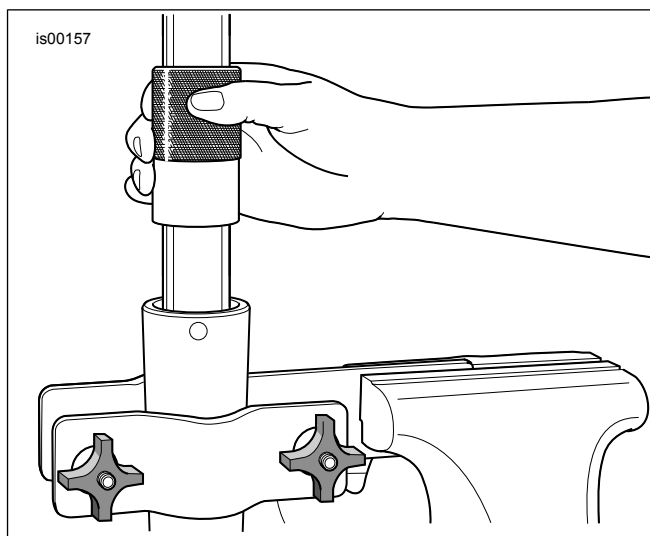

Figura 7. Montare garnitură de ulei de furcă
12. Ungeți Diametru interior (ID) și Diametru exterior (OD) de la bucușă glisorului (E) cu ulei curat pentru furcă.
14. Glisați distanțierul de etanșare (D) în jos pe tubul furcii până când acesta atinge bucușă glisorului în oricare direcție).
15. Ungeți ID al **noii** garnituri de ulei a furcii (4) cu ulei curat pentru furcă.
18. Figura 7 Alegeți instrumentul pentru garnitură/bucușă furcă (HD-45305) și continuați, după cum urmează:
- b. Figura 7 Folosind instrumentul ca un ciocan glisant, împingeți garnitura de ulei a furcii (cu distanțierul și bucușă glisorului) în jos pe tubul furcii până când canelura clemii opritor este vizibilă în diametrul interior al glisorului furcii.